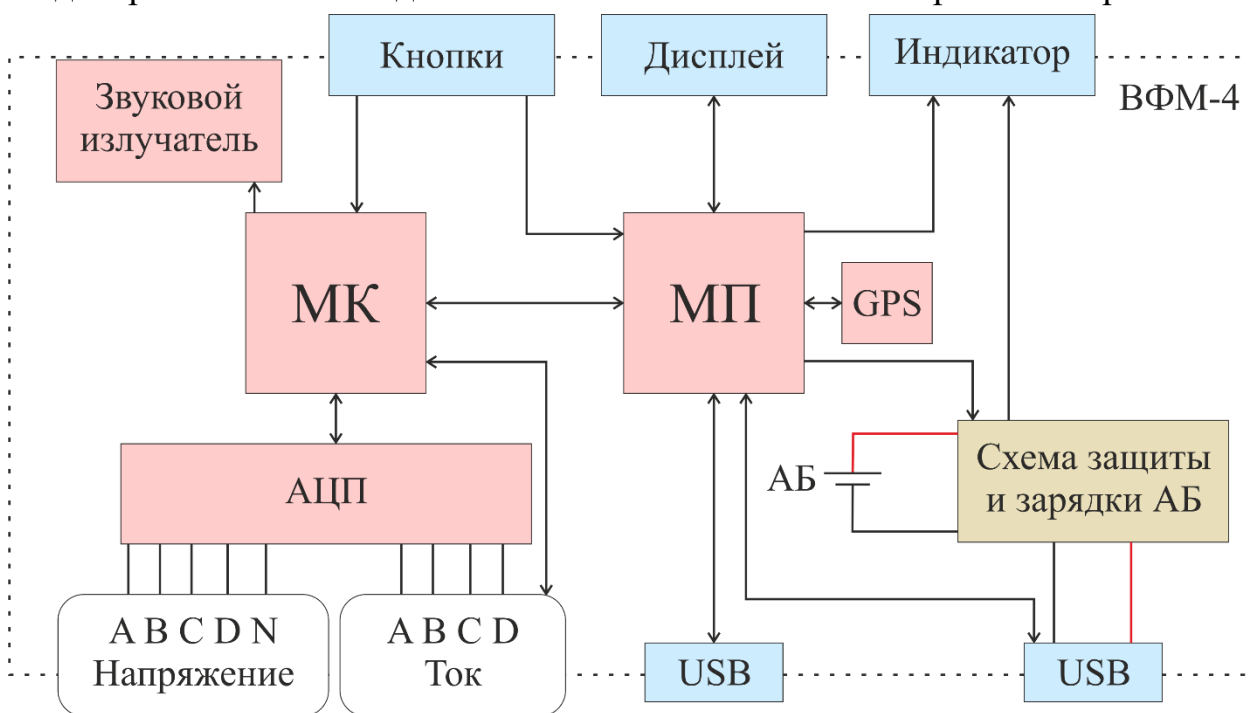

Рис. 3 – Блок-схема ВФМ-4
4.10.1. В основу работы ВФМ-4 положено преобразование аналоговых сигналов, пропорциональных мгновенным значениям измеряемых напряжений и токов, в цифровой код с помощью аналого-цифровых преобразователей высокой разрядности с последующей обработкой измеренных величин встроенным микроконтроллером. Полученные результаты передаются в микропроцессор и отображаются на сенсорном жидкокристаллическом дисплее. Блок-схема ВФМ-4 изображена на рис. 3.